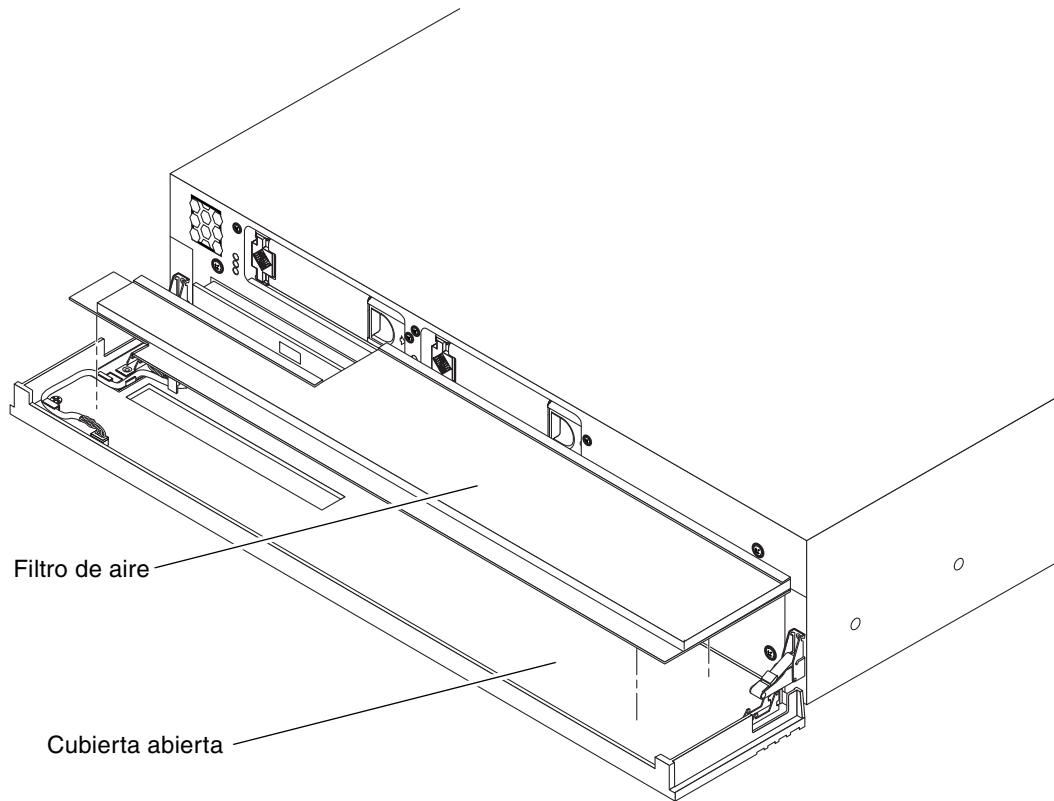

FIGURA 2-2 Instalación del filtro del aire en la cubierta frontal
- 4. Coloque el nuevo filtro del aire en su lugar correspondiente de la cubierta (FIGURA 2-2).**